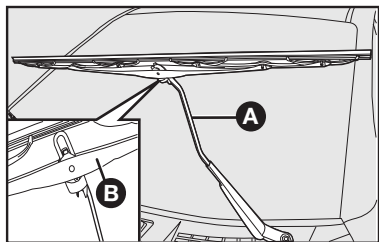

fig. 20
Substituição das palhetas do limpador do para-brisa - fig. 20
- 2) Pressionar a palheta **B**-fig. 20 para baixo e desengatá-la do braço **A**;